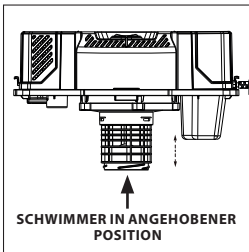

ABB. 5
- Dieser Nass-/Trockensauger ist mit einem Schwimmermechanismus ausgestattet, der automatisch aufsteigt, um den Luftstrom zu unterbrechen, wenn die Flüssigkeit im Tank ein vorbestimmtes Niveau erreicht. Schalten Sie in diesem Fall den Staubsauger aus, ziehen Sie den Netzstecker und entleeren Sie den Staubbehälter. Sie werden merken, dass der Schwimmer den Luftstrom unterbrochen hat, weil die Saugkraft wegfällt und das Motorgeräusch durch die erhöhte Motordrehzahl in der Höhe zunimmt. Die Flüssigkeitskapazität kann je nach Aufnahmegeschwindigkeit variieren. (Abb. 5)